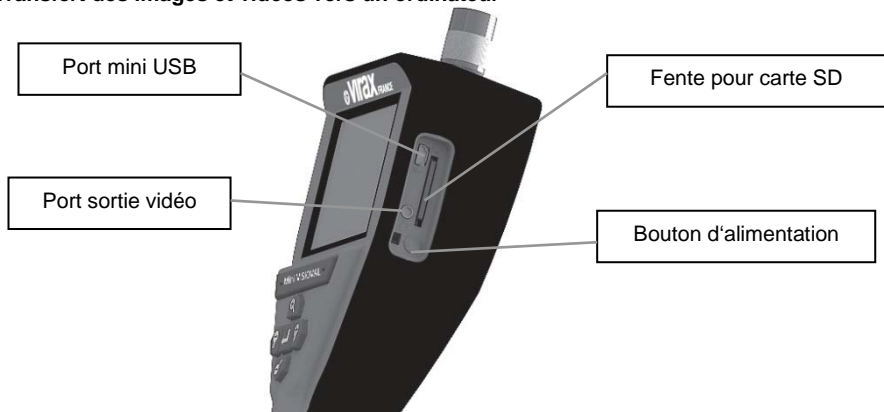

Figure 8 - Connexion USB pour le transfert
- 1- Utilisez le câble mini USB pour connecter le mini VISIOVAL à l'ordinateur (Figure 8).